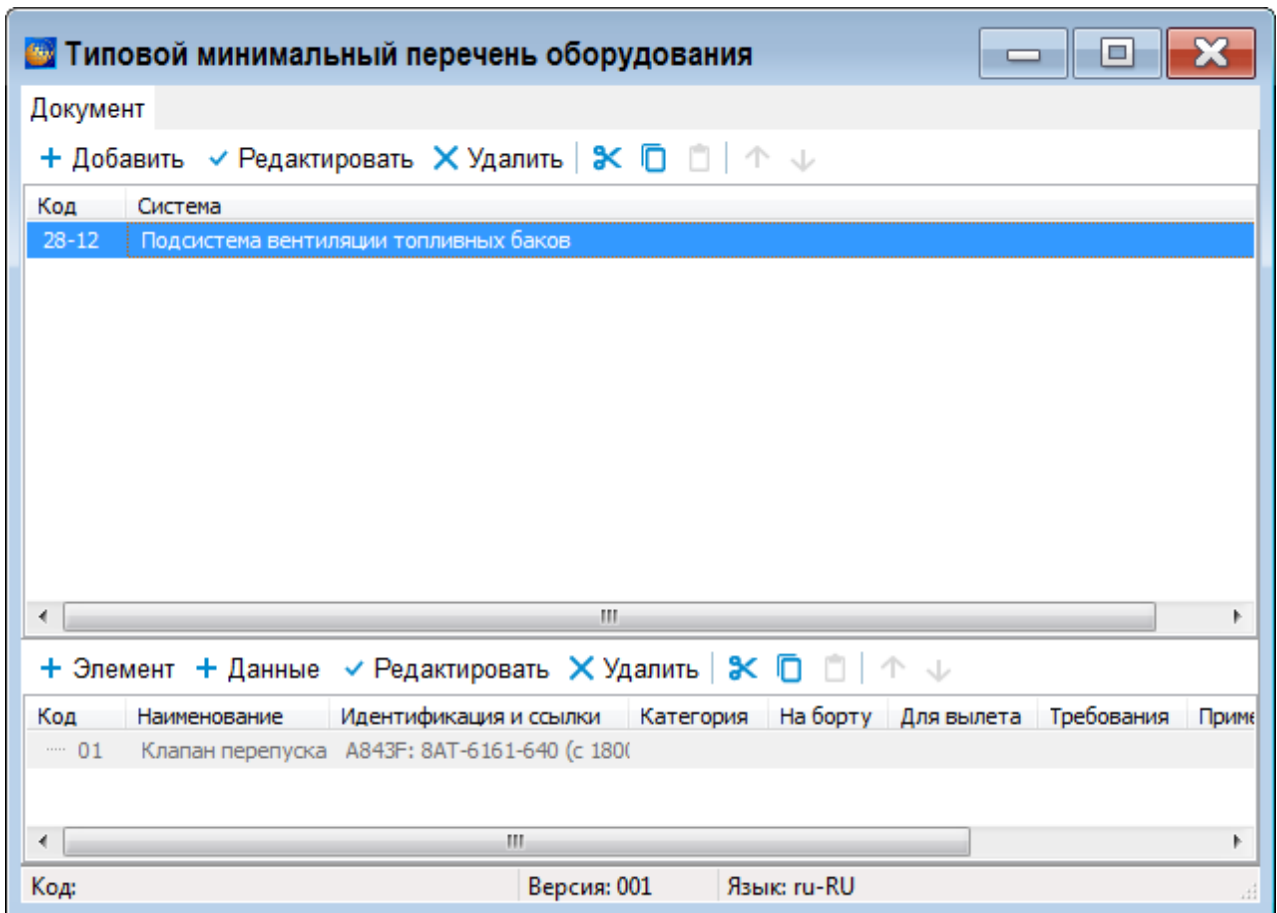

Рисунок 533
15) В окне **Добавление записи** нажмите на кнопку **Применить** для возврата в окно редактора. Введенная информация об элементе перечня отобразится в нижнем окне редактора (рисунок 533).